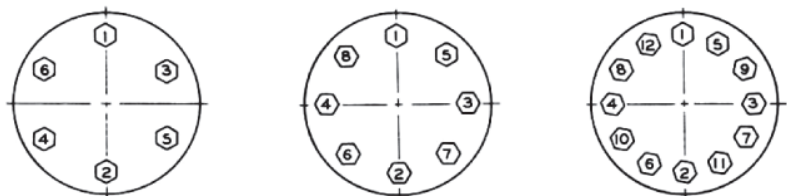

Figura 10
Consulte las especificaciones de par y secuencia de apriete en la Figura 10. Además, el obturador debe accionarse manualmente mientras se aprietan de manera uniforme las tuercas del espárrago del cuerpo (11) alrededor de la capucha y la brida inferior para asegurar una alineación adecuada y evitar la unión entre las guías del obturador y los casquillos.
- F. Inserte el empaque (17) y el espaciador del empaque (18).
- G. Instale el seguidor (19) y la brida del empaque (3).
- H. Instale las tuercas de los espárragos de la brida del empaque (2).